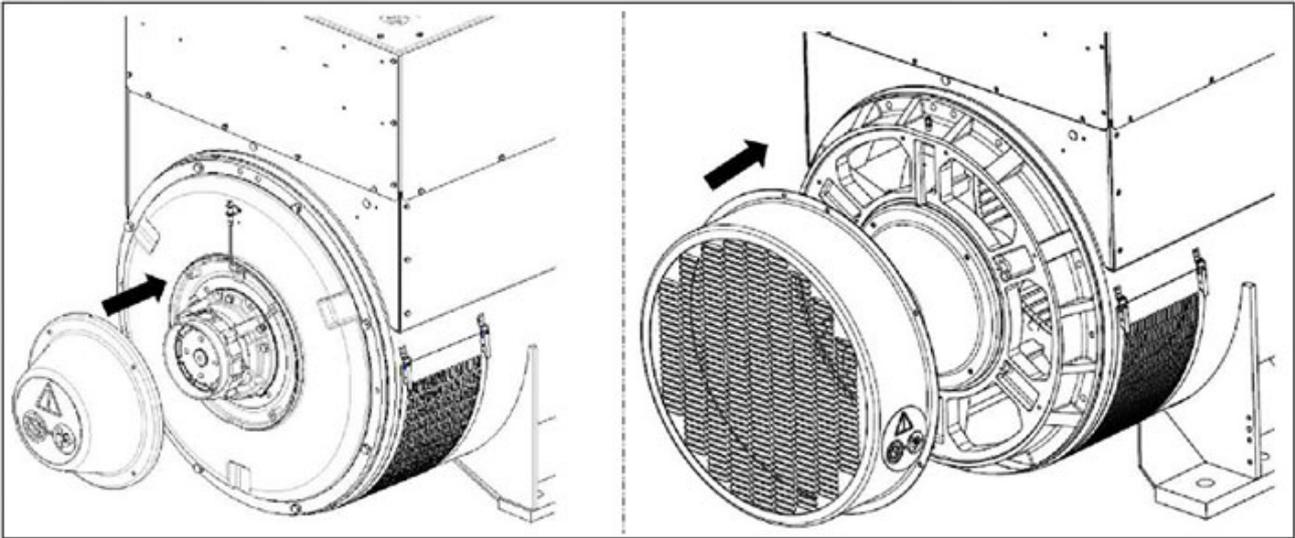

ABBILDUNG 18. ANWEISUNGEN ZUM ENTFERNEN UND ANBRINGEN DER ABDECKUNG DER ROTOR-TRANSPORTSTÜTZE
1. Alle Abdeckungen entfernen, die für den Zugang zu den Transportsicherungsschrauben des Rotors erforderlich sind. Siehe: Abbildung 18 auf Seite 34.
1. Alle Abdeckungen entfernen, die für den Zugang zu den Abdeckungsschrauben der Rotor-Transportstütze erforderlich sind. Siehe: Abbildung 18 auf Seite 34.